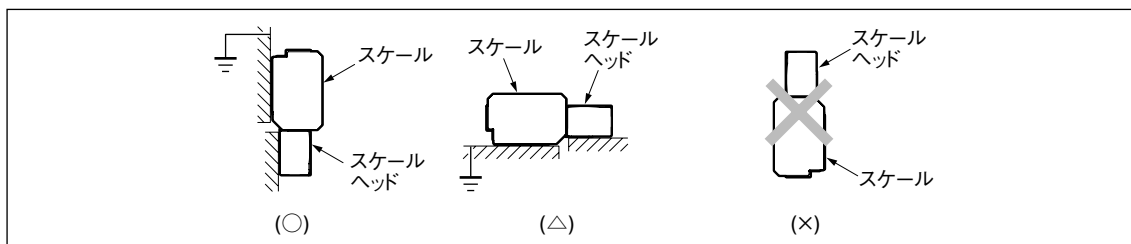

図 3-2
- ・ 有効長 (L) を超えてスケールヘッドを動かすと破損します。スケールヘッドの移動は必ず有効長範囲内としてください。
- ・ スケールユニットは、スケールがスケールヘッドの上側になるように取付けてください。上側が不可能な場合、横向きとしてください。(図 3-2)